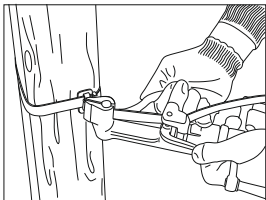

Рисунок 6
- после достижения необходимого натяжения согнуть ленту бандажную вокруг скрепы в противоположную сторону от натяжения сторону и отрезать лишнюю часть (рисунок 6);